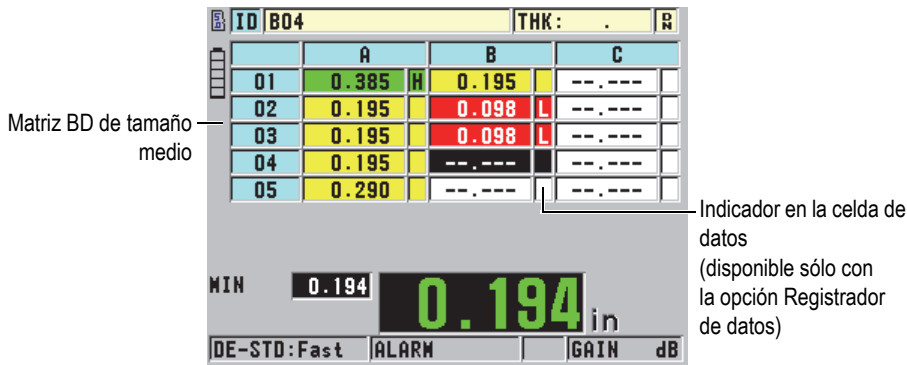

Figura 9-7 Ejemplo de una matriz BD de tamaño medio
La matriz de la base de datos (matriz BD) es una tabla de representación de datos bidimensional (2D). Esta tabla permite el desplazamiento libre en cualquier dirección de la matriz, en vez de seguir una lista predefinida de números de identificación (ID). En vez de pasar automáticamente al siguiente ID, utilice las teclas de dirección para desplazar el cursor al ID más conveniente. Es posible visualizar simultáneamente el A-scan, la matriz BD y la lectura del espesor (véase la Figura 9-7 en la página 178). Las celdas de la matriz pueden ser configuradas para que muestren los indicadores y para que el color de fondo corresponda con el rango de espesor.
6. Ajuste del parámetro **SEÑAL DATOS CEL** a una de las opciones disponibles para visualizar un indicador en cada celda de la matriz BD. El indicador en la celda de datos es una letra que aparece en una pequeña casilla a la derecha del valor de espesor en la matriz (véase la Figura 9-7 en la página 178). Las opciones disponibles son: